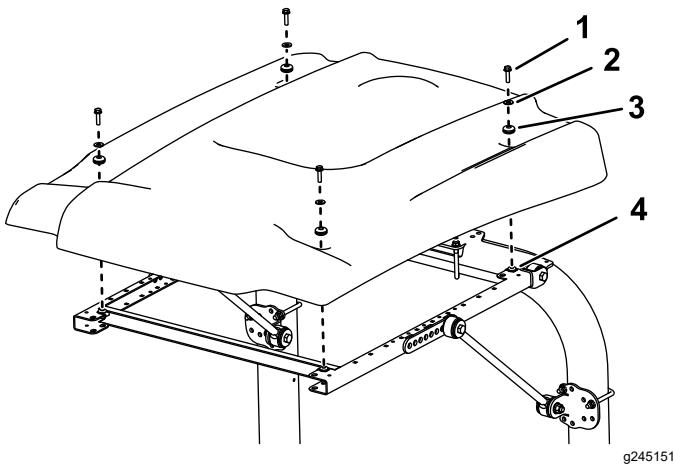

Рисунок 49
9. Выравнивая монтажные отверстия, расположите солнцезащитный навес на раме, как показано на Рисунок 49.
10. Установите каждый угол солнцезащитного навеса на раму с помощью болта с фланцевой головкой (5/16 x 1 1/4 дюйма), малой шайбы и уплотнительной втулки, не затягивая их (Рисунок 49).